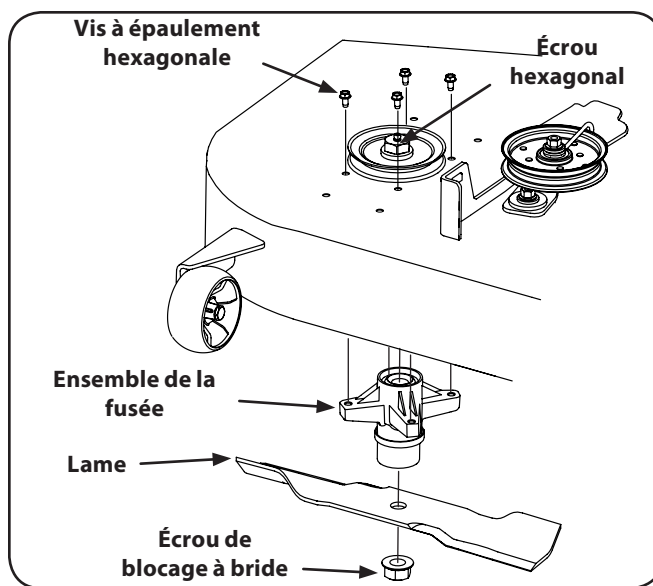

Figure 7-10
2. Utilisez une clé de $\frac{3}{4}$ po pour maintenir l'écrou hexagonal au sommet de l'ensemble de la fusée en desserrant l'écrou hexagonal retenant la lame. Consultez la figure 7-10.
2. Retirez les vis à bride hexagonales fixant les couvre-courroies au plateau et retirez la courroie des poulies de la fusée. Consultez la figure 7-10.